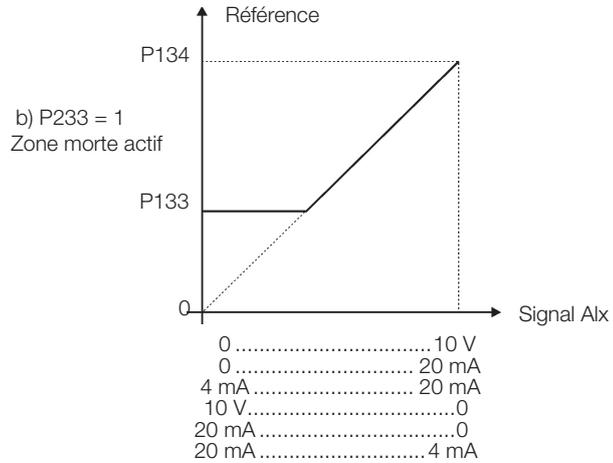

Figure 11.30: Zone morte des entrées analogiques actif
- Si l'entrée analogique AI2 ou AI4 est programmée sur -10 V à +10 V (P246 = 4), des courbes identiques à celles de la Figure 11.30 à la page 11-52 s'appliquent, et ce n'est que lorsque AI2 ou AI4 est négative que le sens de rotation s'inversera.